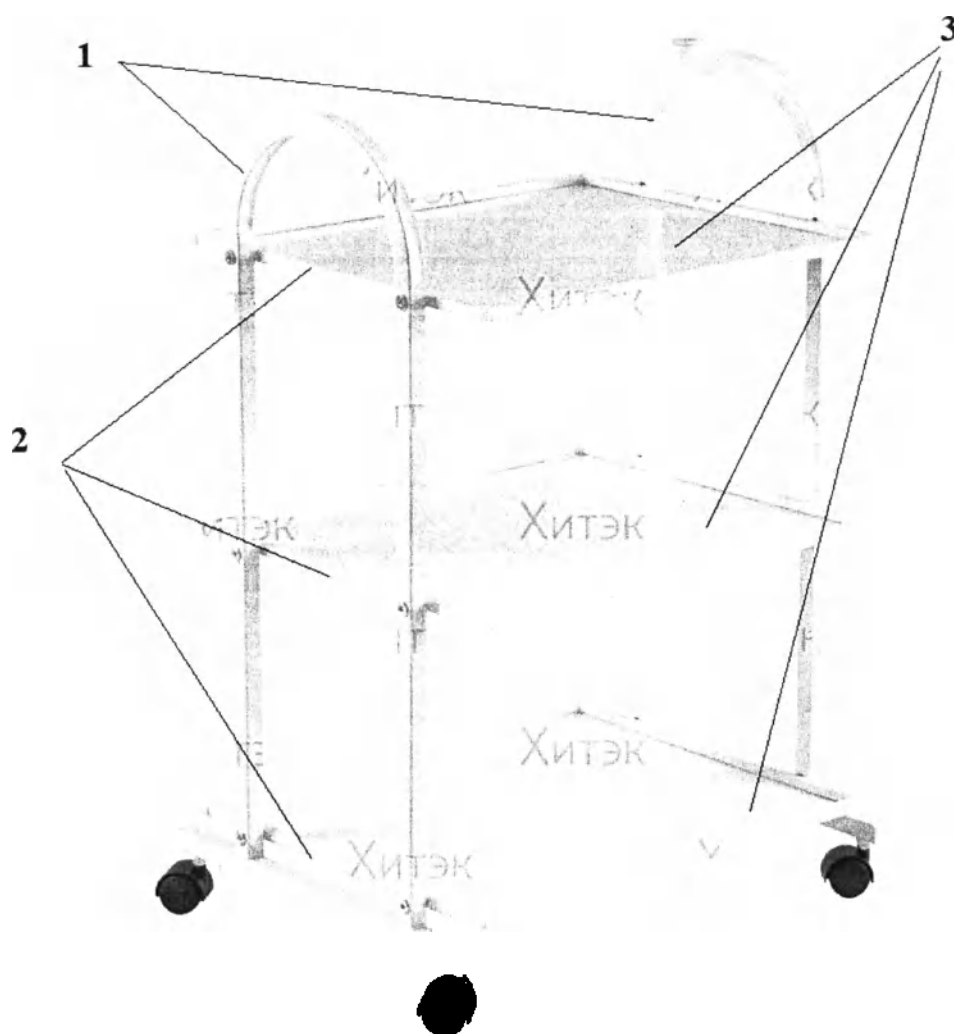

Рисунок 2 – Схема сборки столика СП-МИНИ, артикул СК-СПМст
- 1 Перед началом сборки следует внимательно изучить схему сборки изделия (рисунок 2). При креплении деталей проверять их положение на схеме сборки и соответствие диаметров отверстий на деталях с крепежом. Соблюдать меры предосторожности. Комплектность изделия соответствует таблице 1 руководства по эксплуатации.